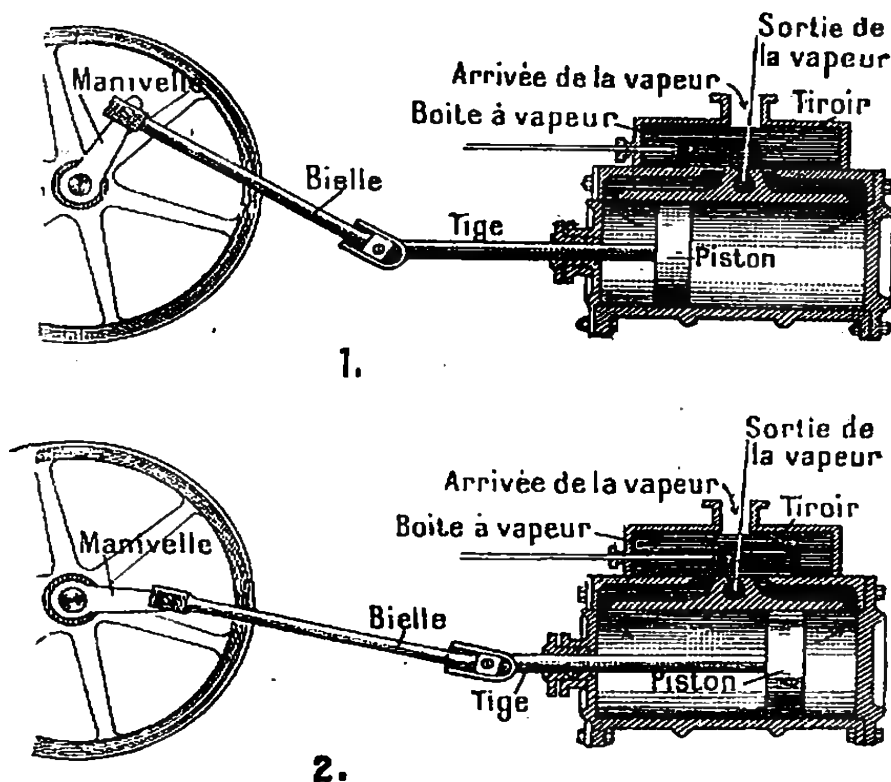

Fig. 63, 64. — Le va-et-vient du piston fait tourner les roues de la locomotive. 1, 1^{re} phase; 2, 2^e phase.
11. Machine à vapeur. — On utilise la force de la vapeur dans les *machines à vapeur*. La vapeur produite sous pression dans une chaudière de forme spéciale et à parois très résistantes est conduite dans un *cylindre* où se trouve un *piston*. Par le jeu d'un appareil appelé *tiroir* (fig. 63 et 64), la vapeur est distribuée tantôt au-dessus, tantôt au-dessous du piston et lui communique un mouvement de *va-et-vient*. A chaque course du piston, la vapeur qui a servi et qui est détendue est chassée vers un *trou de sortie*. Le mouvement de *va-et-vient* du piston est transformé aisément en mouvement de *rotation*. Pour cela une